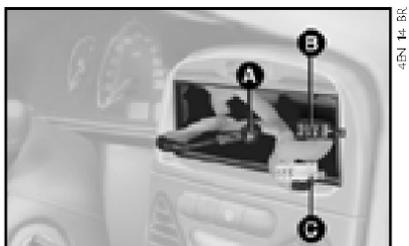

fig. 78
- cabo de alimentação do auto-rádio C-fig. 78.
- cabo para alto-falante dianteiro (Palio, Siena e Strada) e traseiro B-fig. 78 (Palio e Siena).
- cabo com conector para antena A-fig. 78.